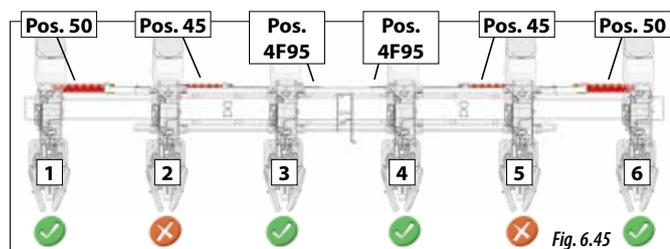

Fig. 6.45
- 1- Excluir los elementos 2 y 5 (Fig. 6.45) véase el apartado 6.7 EXCLUSIÓN DE UN ELEMENTO DE SIEMBRA.